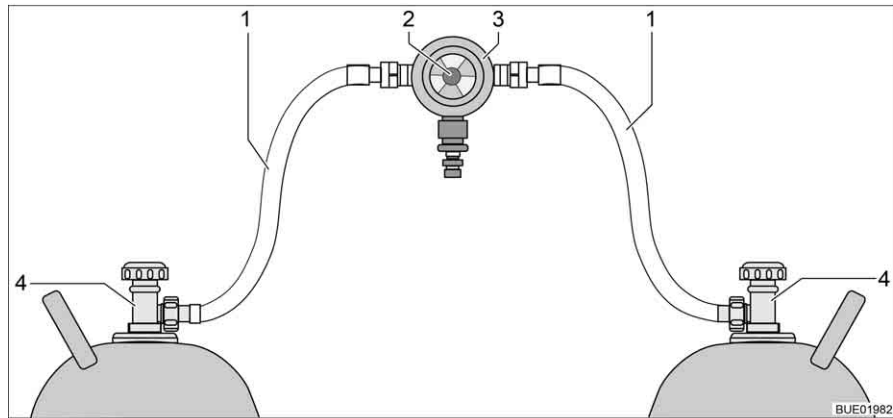
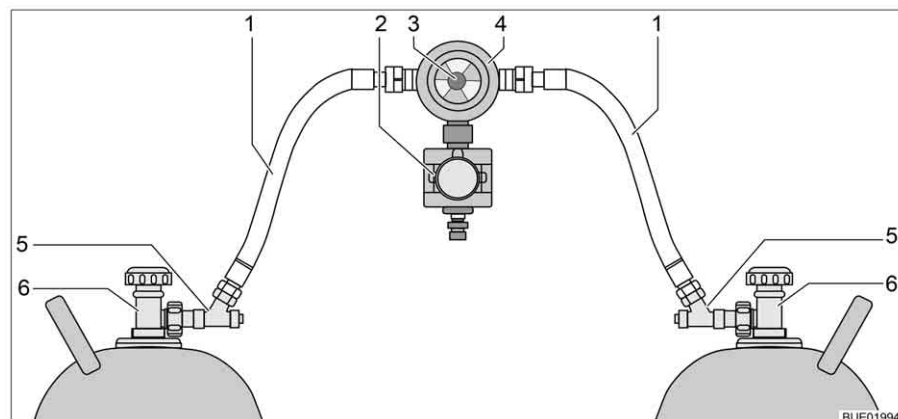

Fig. 112 Impianto di commutazione per bombole del gas
Fig. 113 Impianto di commutazione per bombole del gas con CPU
L'impianto di commutazione per bombole del gas è formato da un regolatore di pressione del gas combinato con valvola di commutazione e indicazione (Fig. 112,3). L'impianto di commutazione per bombole del gas è montato tra i due tubi del gas (Fig. 112,1).
L'impianto di commutazione per bombole del gas è formato da un regolatore di pressione del gas combinato con valvola di commutazione e indicazione (Fig. 113,4) e una elettrovalvola (Fig. 113,2). In caso di frenata brusca, incidente o inclinazione straordinaria, l'elettrovalvola blocca l'alimentazione del gas al veicolo. L'impianto di commutazione per bombole del gas è montato tra i due tubi del gas (Fig. 113,1) con dispositivi antirottura del tubo flessibile (Fig. 113,5).
**Funzione** L'impianto di commutazione per bombole del gas garantisce una pressione del gas costante, indipendentemente da quale bombola provenga l'alimentazione del gas. L'indicatore nella valvola di commutazione indica il livello di riempimento della bombola in uso. Se l'indicatore è verde, il rifornimento di gas viene fatto dalla bombola in uso. Quando l'indicatore è rosso, la bombola in uso è vuota. Il rifornimento di gas avviene poi tramite la bombola di riserva. Con la manopola (Fig. 112,2 o Fig. 113,3) sull'impianto di commutazione per bombole del gas è possibile stabilire quale delle bombole del gas viene utilizzata come bombola in uso e quale come bombola di riserva.
Sulla centralina di controllo (Fig. 114) possono venire azionate solo le funzioni elettriche. Le valvole principali di arresto delle bombole del gas (Fig. 112,4 o Fig. 113,6) devono essere aperte manualmente.
- Aprire le valvole principali di arresto delle bombole del gas (Fig. 112,4 o Fig. 113,6).
- Premere i dispositivi antirottura del tubo flessibile (Fig. 113,5) uno dopo l'altro per 10 secondi.
- Con la manopola (Fig. 112,2 o Fig. 113,3) sull'impianto di commutazione selezionare la bombola del gas, da cui deve provenire la principale alimentazione del gas (bombola in uso).
- Chiudere le valvole principali di arresto delle bombole del gas (Fig. 112,4 o Fig. 113,6).